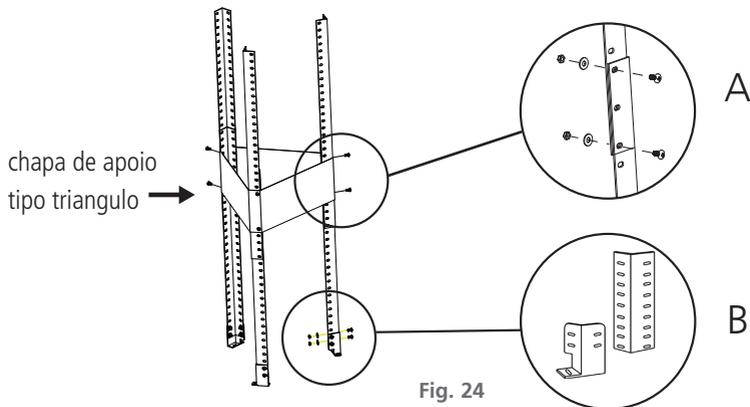

Fig. 24
- Ajustar a altura da coifa conforme a necessidade, utilizando as cantoneiras sobrepostas, cada uma com 2 parafusos, arruela e porca, utilizando a chapa de apoio tipo triangulo. [Fig.24].
- **A sobreposição das cantoneiras não poderá ser inferior a 300mm [15 furos] [Fig.24 A].**
- Fixar o apoio de fixação nas cantoneiras com os parafusos, arruelas e porcas [acompanha o produto][Fig. 24 B]